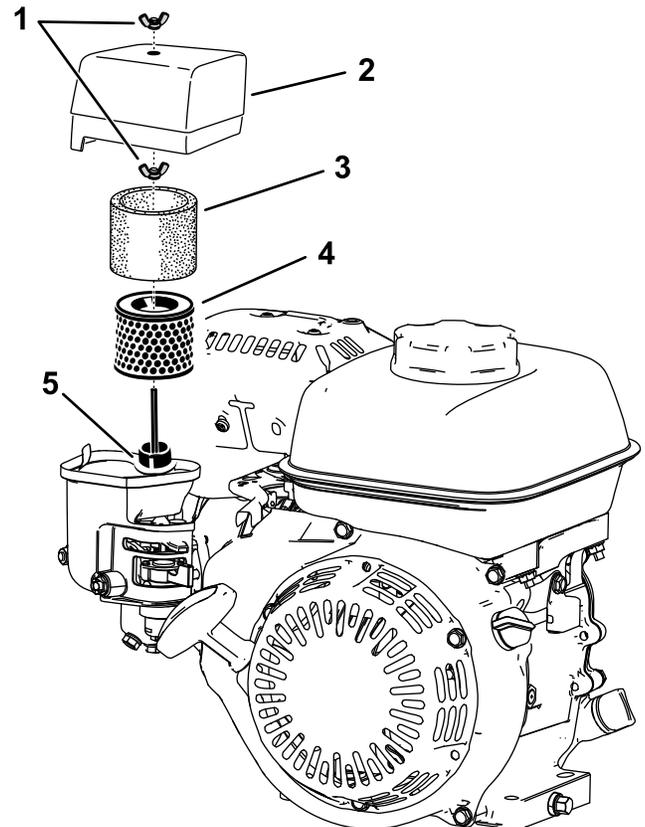

Figure 31
- Retirez l'écrou à oreilles de fixation du couvercle du filtre à air (Figure 31).